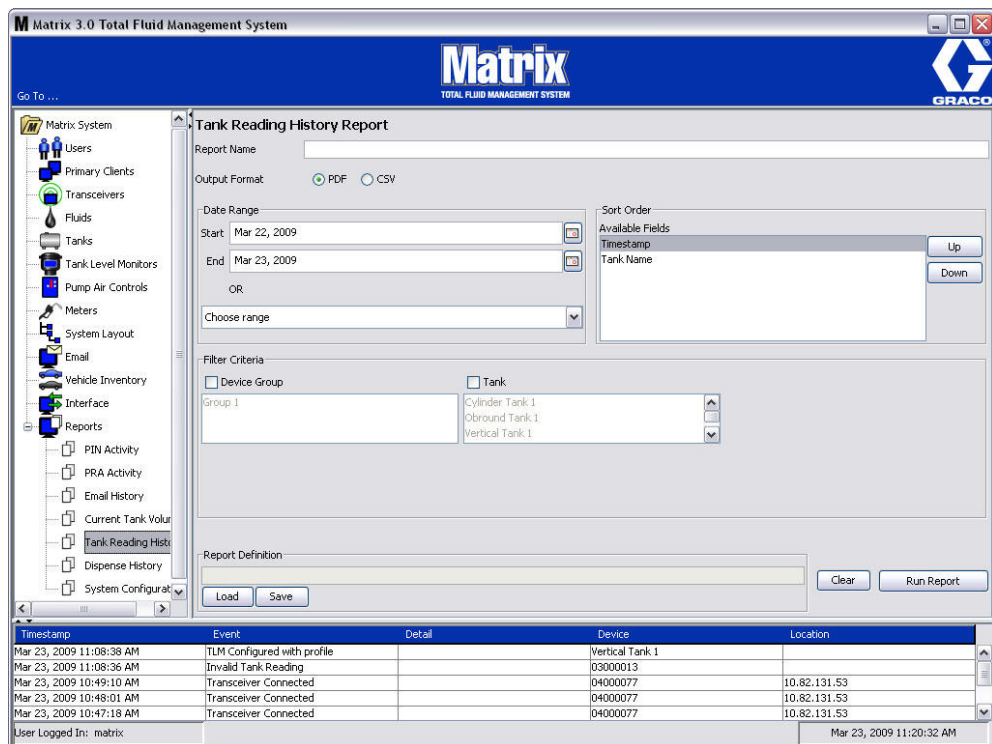

Рис. 175
- Экран «Tank Reading History» [Журнал снятия показателей цистерны] (Рис. 175)